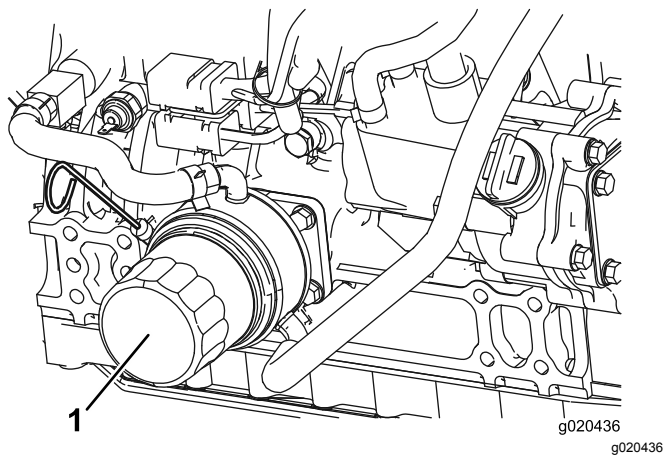

Figura 75
2. Togliete il filtro dell'olio (Figura 75). Applicare un velo di olio pulito sulla tenuta del nuovo filtro prima di avvitare. **Non serrate troppo.**